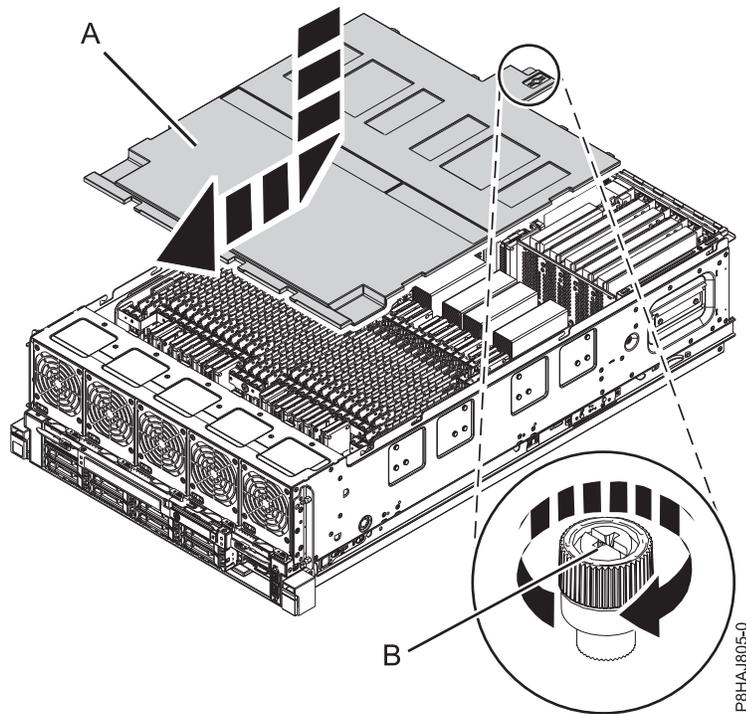

図 32. 安全カバーの再取り付け
2. 安全カバー (A) をシャーシ方向に押し込みます。
3. つまみねじ (B) を、57 ページの図 32 に示されている方向に回転させて締めて、安全カバーをシャーシに固定します。